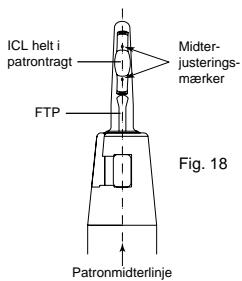

Fig. 18
3. Undersøg linsens retning under operationsmikroskopet. Den klare trægt på patronen gør det muligt, at identificere midtermærkerne på hver side af linsens optik. Disse mærker skal være synlige i klokken 12-positionen og være justeret i lige linje ned af patronens aksel. (Hvis der ikke er justering eller korrekt retning, kan ICL eller TICL være snoet, og de skal injiceres i patronbakken og isætningsprocessen gentages). (Fig. 18)